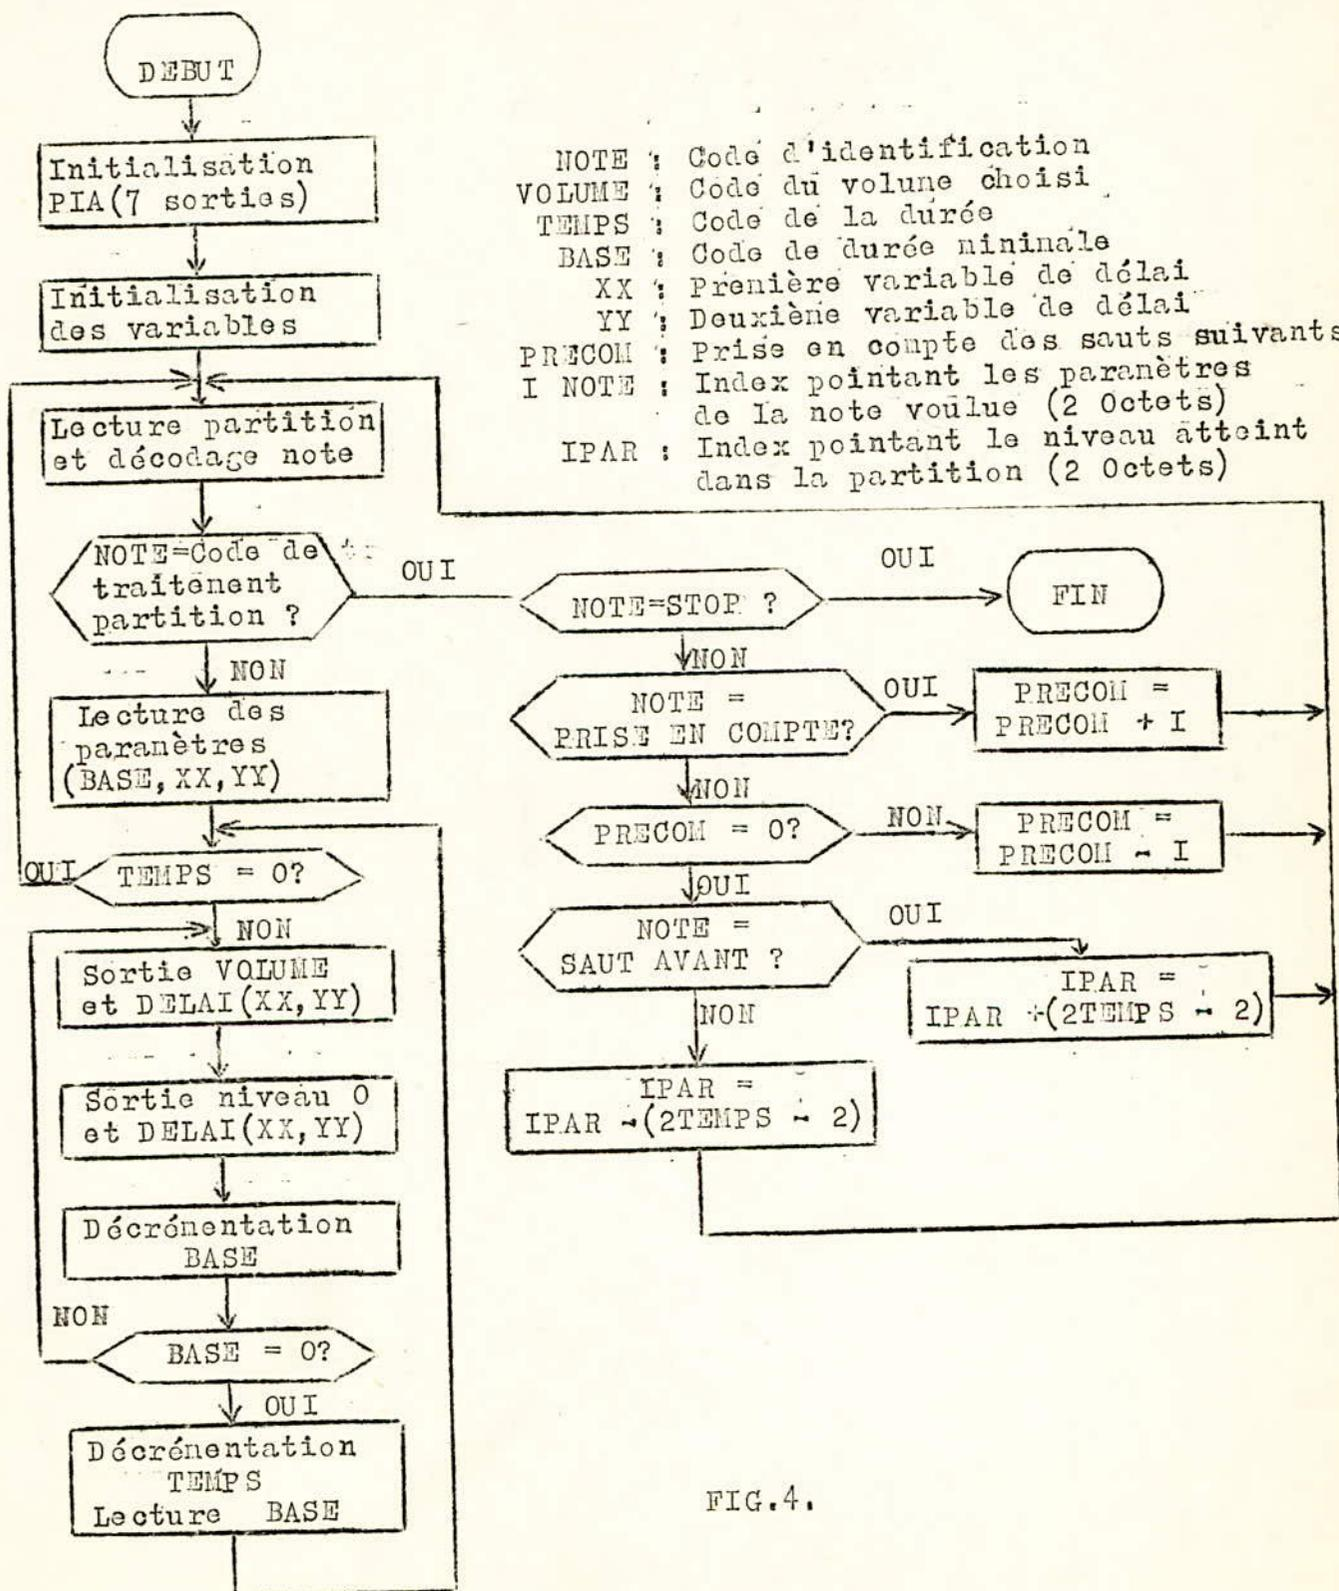

FIG.4.
1. Organigramme général : (voir figure 4)
Le programme de la figure 4 peut émettre des sons de volume réglable. Il existe 8 niveaux, codés de 0 à 7. Il s'agit d'injecter un courant variable avec le niveau choisi, dans la charge représentée par le haut-parleur de 8Ω .